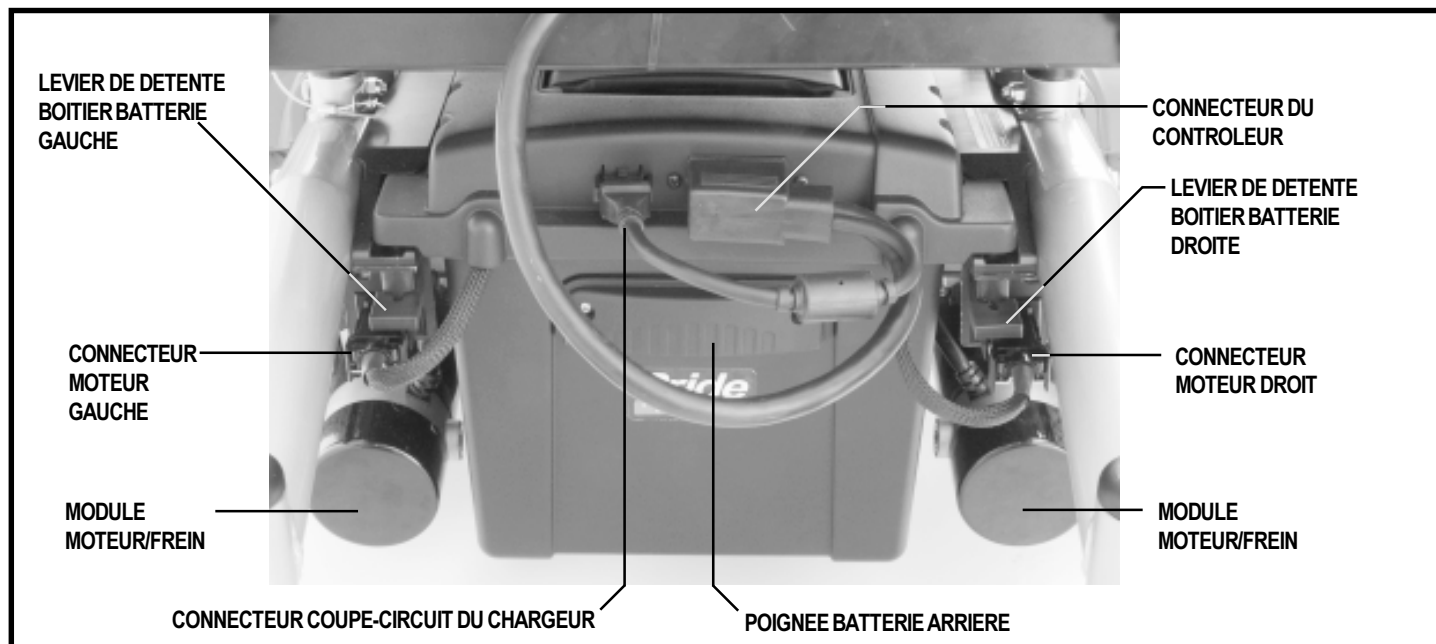

Figure 8. Jazzy 1133 —Vue arrière de la base motorisée
2. Débranchez le contrôleur et le connecteur coupe-circuit du chargeur derrière le boîtier à batterie arrière. Voir la figure 8.
8. Débranchez les connecteurs des moteurs coté droit et gauche. Voir la figure 8.